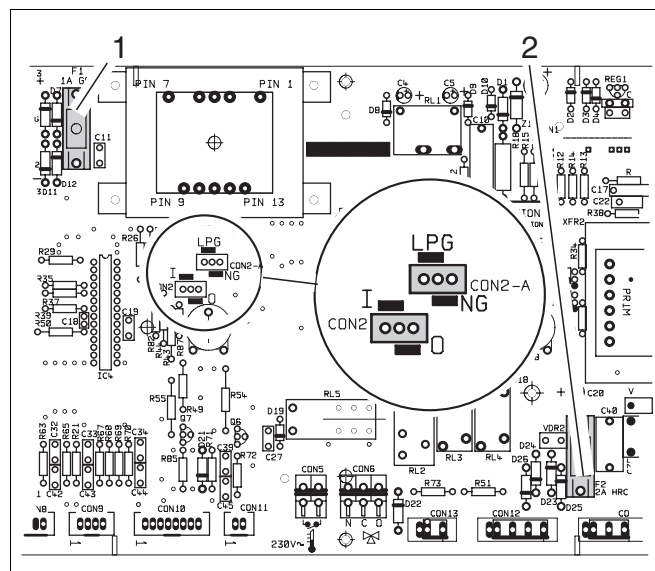

Рис. 28 Перевод на другой вид газа SIT-установка
- Переключить перемычку (рис. 28):
- Позиция "NG"- природный газ (рис. 28).
- Позиция "LPG"- сжиженный газ (рис. 28).
Легенда к рис. 28:
- Перемычка (рис. 28) остается в положении "LPG".